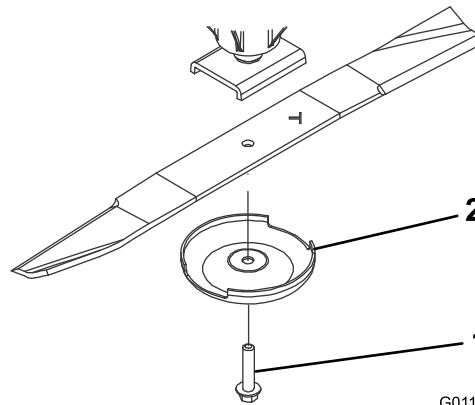

Figura 70
4. Instale a lâmina, com a aba voltada para a plataforma de corte, com o recipiente antidanos e o parafuso da lâmina (Figura 70).